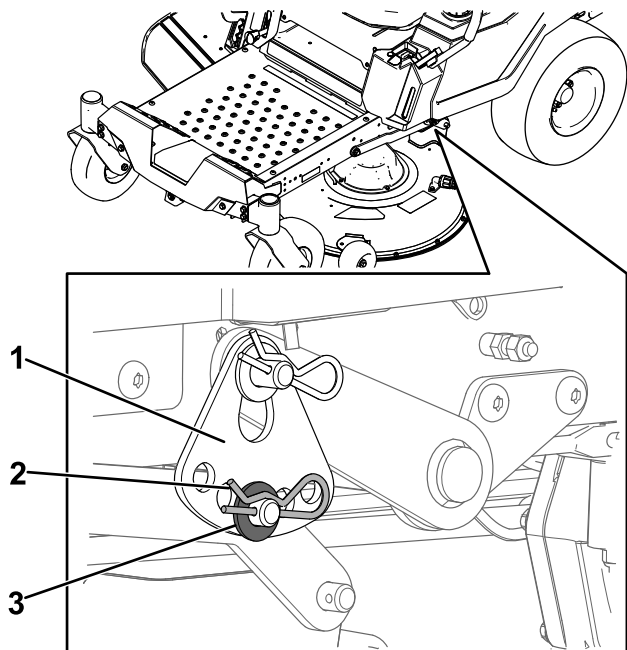

Figura 65
6. Retire la chaveta y la arandela del pasador inferior del brazo de elevación (Figura 65).